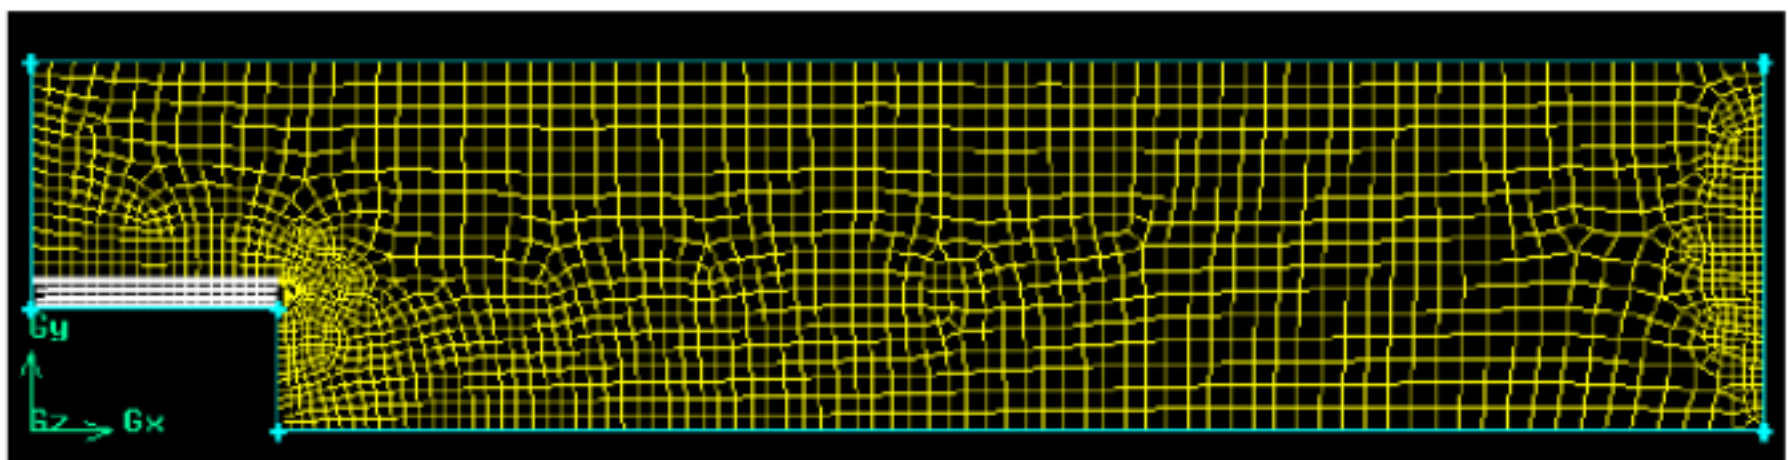

图 27
3. 在命令面板的 Type 中选择网格类型为 Pave，单击 Apply 按钮，观察网格的生成（见图 27）。